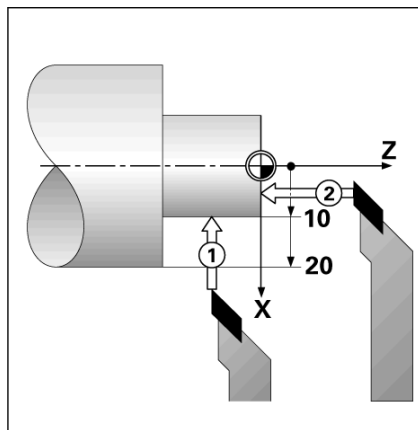

fig. I.55 Initialiser le point d'origine pièce
**Exemple: Initialiser le point d'origine pièce. Cf. fig. I.55 & fig. I.56.**